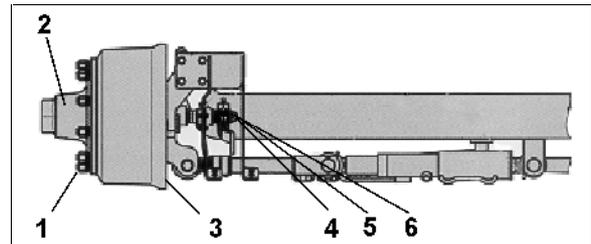

Fig. 186
- Fig. 186: Essieu directeur suiveur